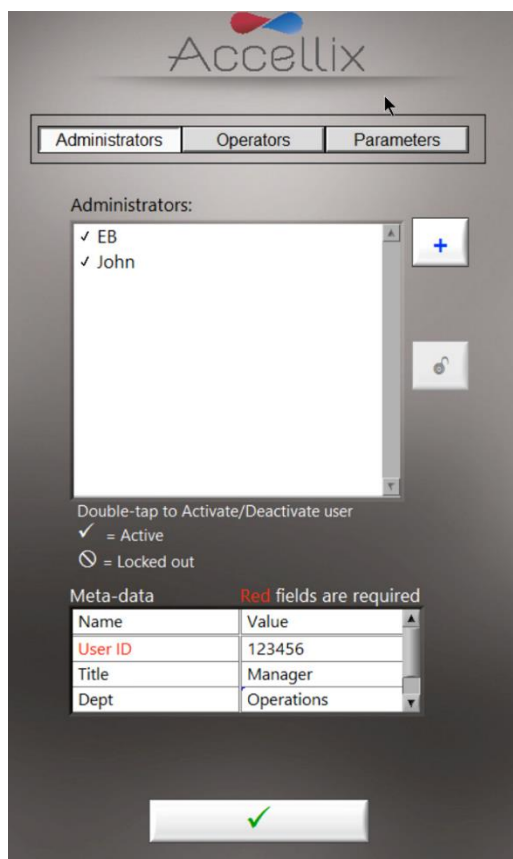

Figure 8 : écran Personnel montrant des exemples d'administrateurs avec des exemples de métadonnées
1. Appuyez sur l'icône **Personnel** (Personnel) . L'écran **Personnel** (Personnel) (Figure 8) apparaît :